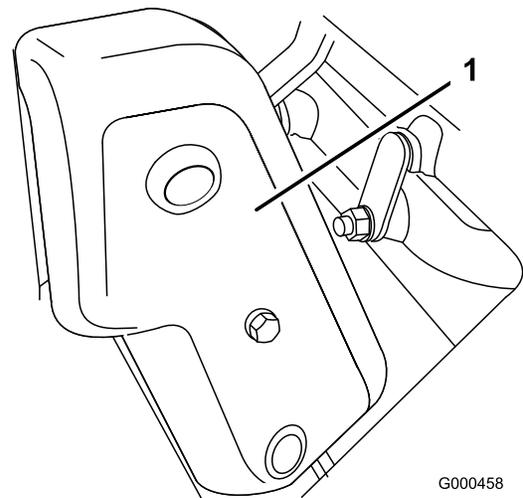

Figure 40
- 1. Retirez les fixations du couvercle de la courroie et déposez le couvercle pour exposer la courroie (Figure 40).